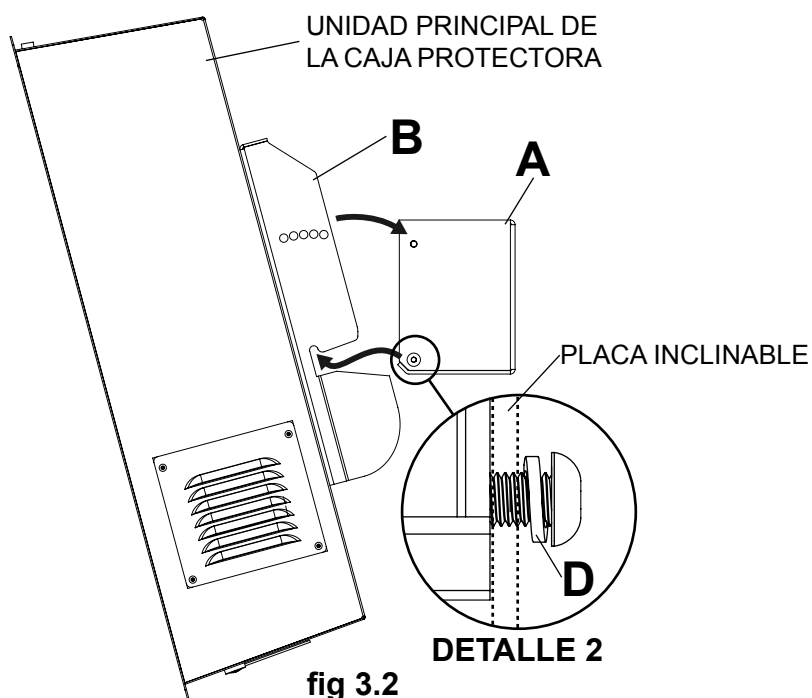

fig 3.2
Hook tilt plate (**B**) onto bottom socket screws threaded into wall box (**A**) and select desired tilt angle (0° to 20°) as shown in figure 3.2. **NOTE:** Be sure split lock washer (**D**) is on outside of tilt plate as shown in detail 2.
Accrochez la plaque d'inclinaison (B) aux vis à tête creuse vissées au boîtier mural (A) et choisissez l'angle d'inclinaison souhaité (0° à 20°) comme illustré à la figure 3.2. **REMARQUE** : Vérifiez que la rondelle fendue (D) est à l'extérieur de la plaque d'inclinaison comme illustré dans le dessin de détail 2.